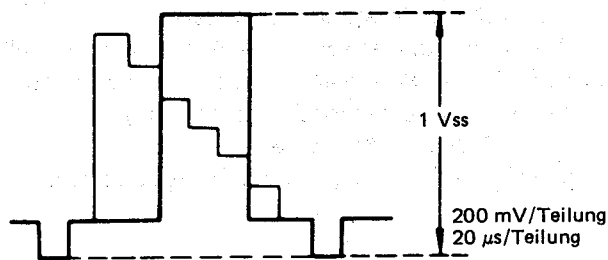

Abbildung 50
2. Dem Gerät ein Farbbalkensignal (treppenförmige Wellenform) zuleiten. Den Ausgang an beiden Enden des 75-Ohm-Widerstands mit Hilfe eines Oszilloskops (externer Trigger, TP202) beobachten, und R226 (E-E-Pegelregler) so einstellen, daß sich die aus Abbildung 50 ersichtliche Wellenform ergibt.